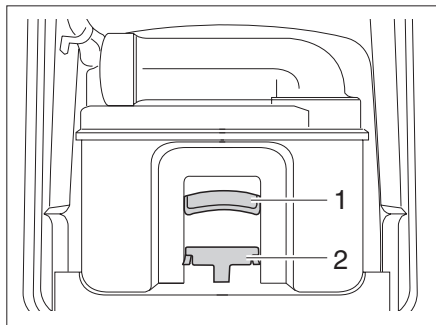

Fig. 106 Cassette Thetford
- ▶ Empujar el estribo de sujeción (Fig. 106,2) hacia delante para desbloquear el inodoro cassette y extraer el cassette con el tirador (Fig. 106,1).